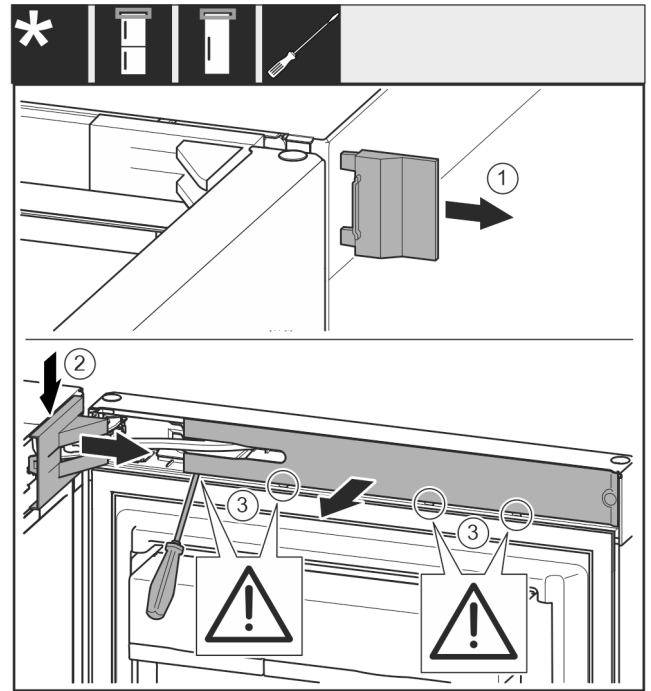

Fig. 12
- Vegye le a fedelet Fig. 12 (1).
- Pattintsa ki és oldja ki a csapágycsap fedelét Fig. 12 (2).
- Vegye le a csapágycsap fedelét Fig. 12 (2).
- Pattintsa ki a takarólemezt Fig. 12 (3) lapos csavarhúzóval, és fordítsa oldalra.